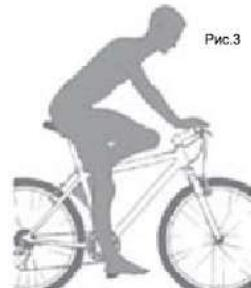

Рис.3
1. **Регулировка вверх-вниз.** Для проверки правильности высоты седла (См. рис.3):